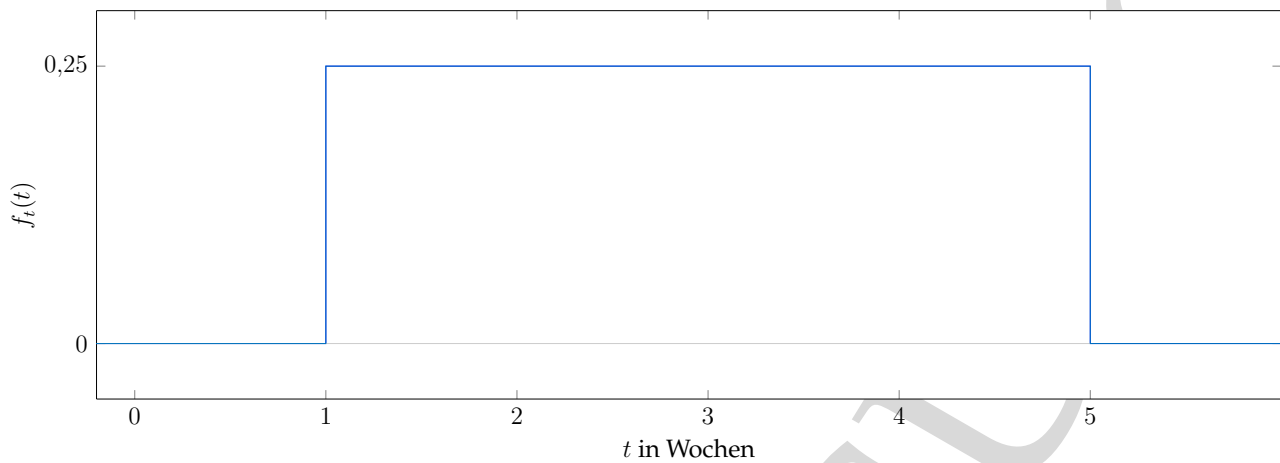

Abbildung L4: Wahrscheinlichkeitsdichte.
c) Abbildung L4 zeigt die Dichte $f_t(t)$.
Die Nullhypothese lautet: H_0 : Die Lieferzeit der Waren pro Intervall ist gleichverteilt entsprechend Abbildung L4.